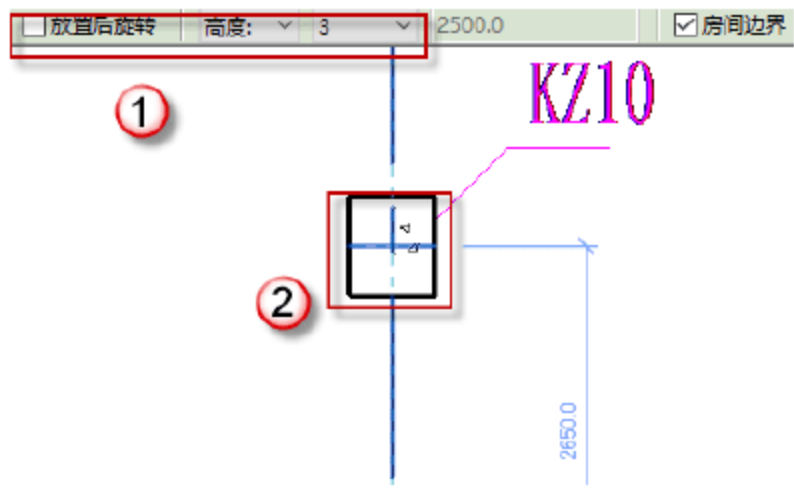

图 4.1.22 绘制矩形框架柱 KZ10
(22) 绘制矩形框架柱 KZ10，按快捷键 C+L，取消“放置后旋转”复选框的选择，改为“高度”放置，使顶部标高对齐标高结构 3 层，如图 4.1.22 所示。